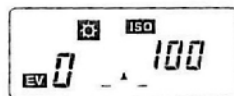

Fig. 8
* On peut commuter l'affichage de la valeur EV ou F en pressant la touche de la sélection du mode pendant que la touche ISO est pressée en mode de mesure de lumière ambiante (Figures 8 et 9).
(3) Comment régler la vitesse du film (ISO)